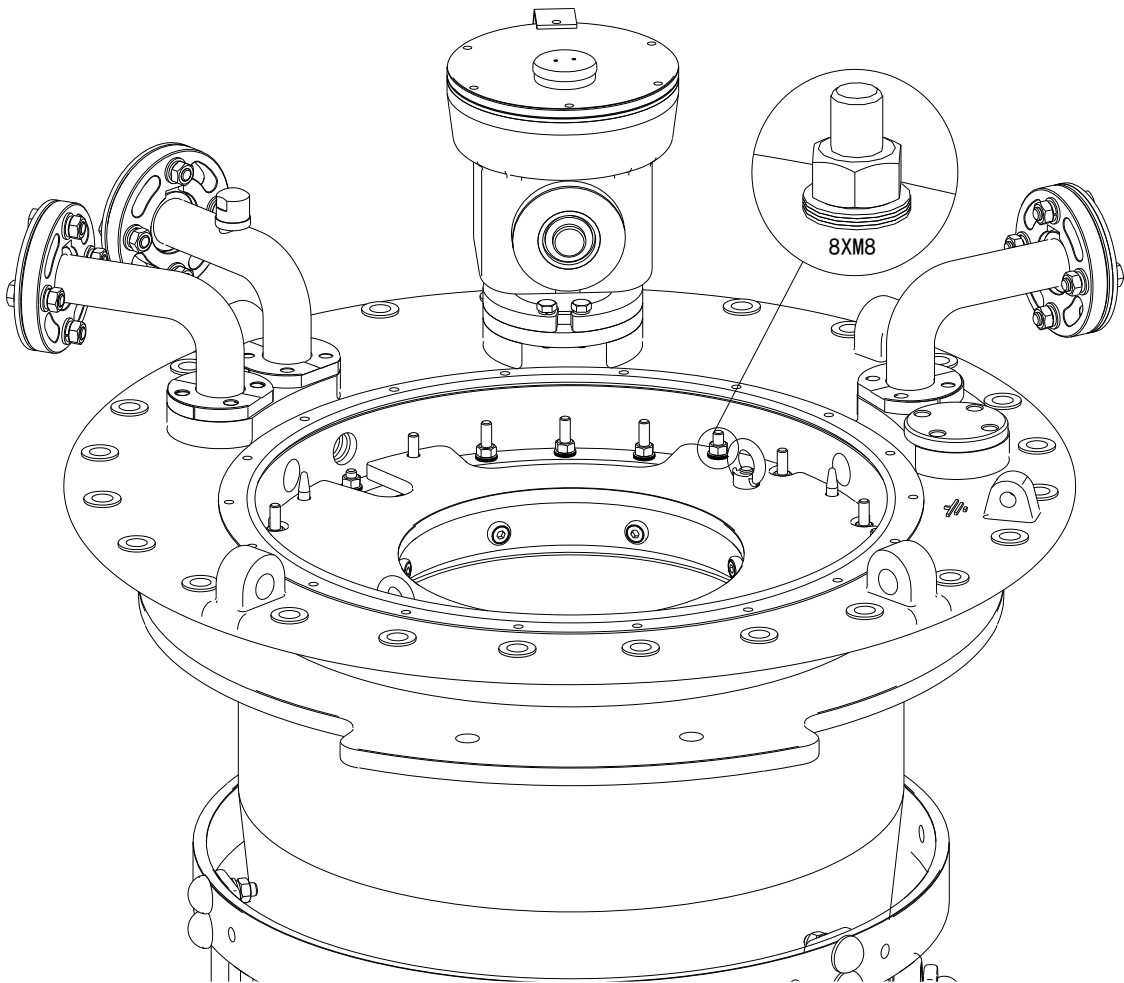

图 5-4 拆除用于紧固切换芯子的螺母
4. 拆下法兰圈上的非红色油漆区域的螺母 (8 个 M8 螺母, 含垫圈, 13 号扳手)。(见图 5-4)